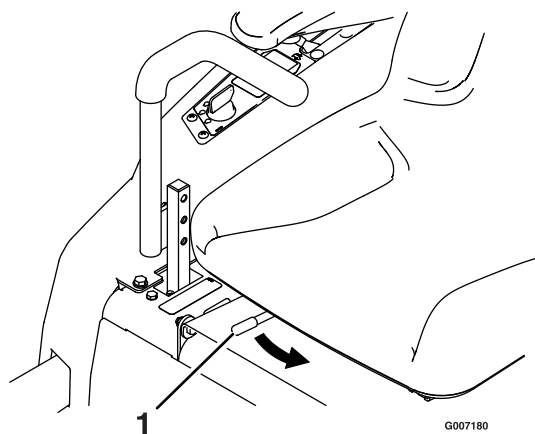

Figure 17
1. Poussez le levier de réglage vers le centre de la machine pour débloquer la glissière de réglage du siège (Figure 17).